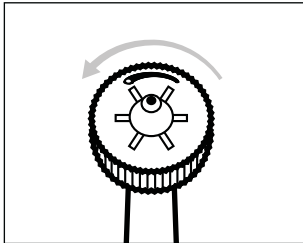

Fig. 4
- ◆ Drej børsteregulatoren ❶ med fingrene mod uret, så der dannes en enkeltstråle, hvorefter du kan fjerne madrester målrettet på svært tilgængelige steder (se fig. 4 og 5).